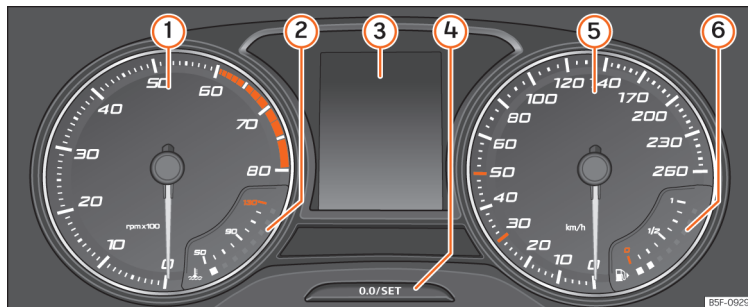

Abb. 54 Display des Kombi-Instruments in der Instrumententafel.
»» **Abb. 54:**
- Drücken Sie kurz die Taste **0.0/SET** »» **Abb. 54** , um den Tageskilometerzähler auf 0 zurück zu setzen.